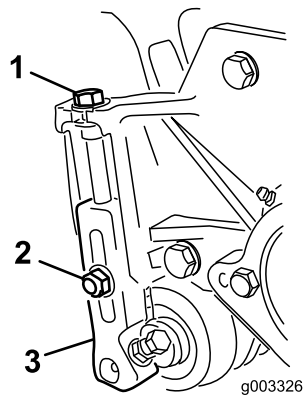

Figura 16
1. Afloje las contratuercas que fijan los soportes de altura de corte a las chapas laterales de la unidad de corte (Figura 16).